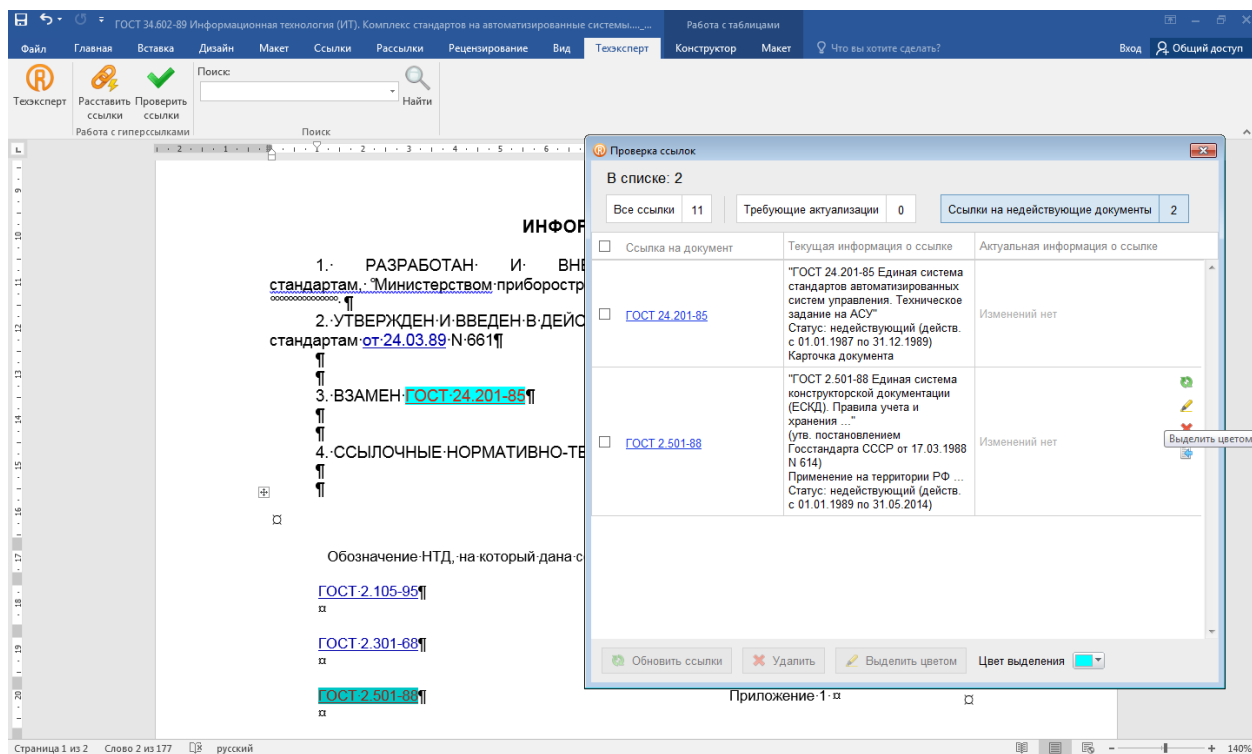

Рис. 16.2. Работа в окне проверки гиперссылок в Word
5. После расстановки гиперссылок можно их проверить. Для этого надо нажать кнопку «Проверить гиперссылки». Поверх текста откроется окно с таблицей, в которой будет представлен список из всех расставленных ссылок, классифицированных по типам: все ссылки; ссылки, требующие актуализации; ссылки на недействующие документы (рис. 16.2.). Таблица содержит также все выходные данные документов (в т.ч. дату последней и предыдущей редакции документа), актуальную информацию.
6. Теперь выделим цветным маркером в тексте ссылки на недействующие документы. Для этого нужно выбрать вкладку таблицы «Ссылки на недействующие документы», выбрать внизу страницы понравившийся цвет маркера, навести курсор на нужный документ из списка и нажать пиктограмму «Выделить цветом» (рис. 16.2).